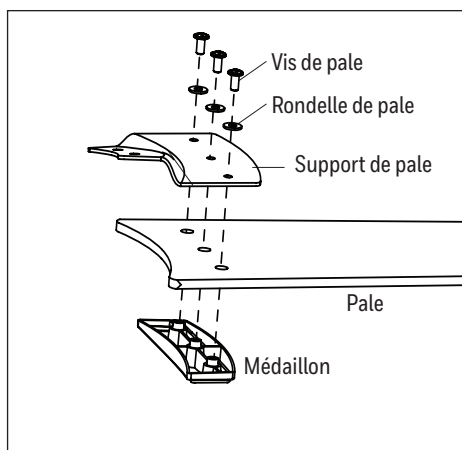

Figure 5.4
4. Insérez partiellement trois vis de pale munies chacune d'une rondelle de pale dans la pale, le support de pale et le médaillon. Serrez chaque vis de pale en commençant par celle du centre. Répétez cette étape pour les autres pales. **Remarque :** Assurez-vous que le bord concave du médaillon est parallèle au bord concave de la pale (Figure 5.4).